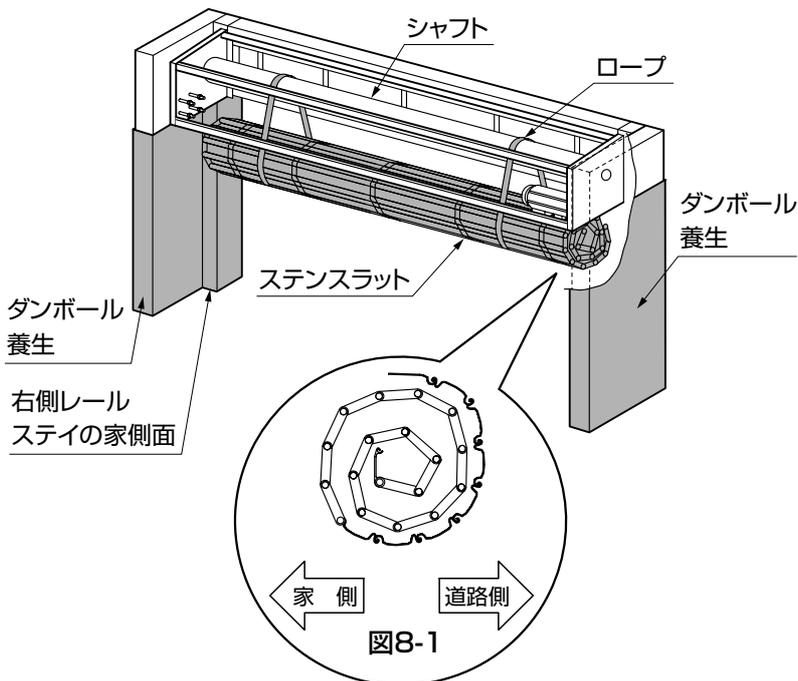

図8-1
①左右のレールステイの家側面が傷つかないようにダンボールで養生してください。
②ステンスラットの巻取り方向が図8-1の向きになるようにしてください。
③ロープ等を使用して、シャフトの下にステンスラットを保持してください。